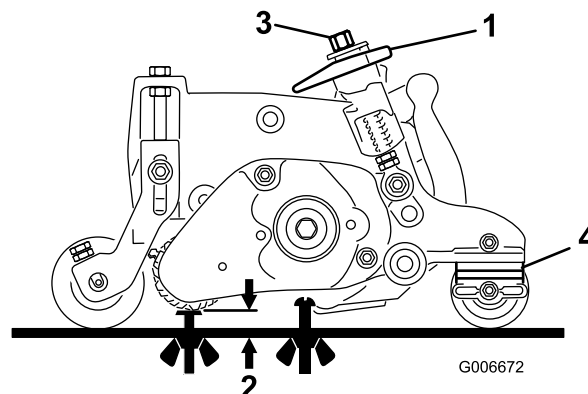

Figura 42
3. Gire las palancas de elevación rápida (Figura 42) a la posición de Engranado (palanca orientada hacia la parte delantera de la unidad de corte). **Utilice la tabla de Alturas de corte (HOC) y Alturas de acondicionado (HOG) recomendadas para ajustar la barra de ajuste.**
4. En un extremo del molinete del acondicionador, mida la distancia entre la punta más baja de la cuchilla del acondicionador hasta la superficie de trabajo (Figura 42). Gire el pomo de ajuste de altura (Figura 42) para elevar o bajar la punta de la cuchilla del acondicionador a la altura deseada.